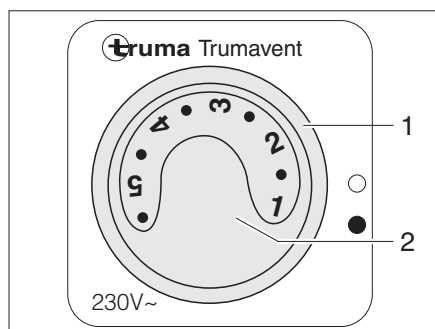

Fig. 102 Conmutador de mando para ventilador de circulación de aire (230 V)
- Poner el interruptor giratorio (Fig. 102,1) en "●".
- Ajustar la potencia deseada del ventilador de circulación de aire con el botón giratorio (Fig. 102,2).
- Poner el interruptor giratorio (Fig. 102,1) en "○".